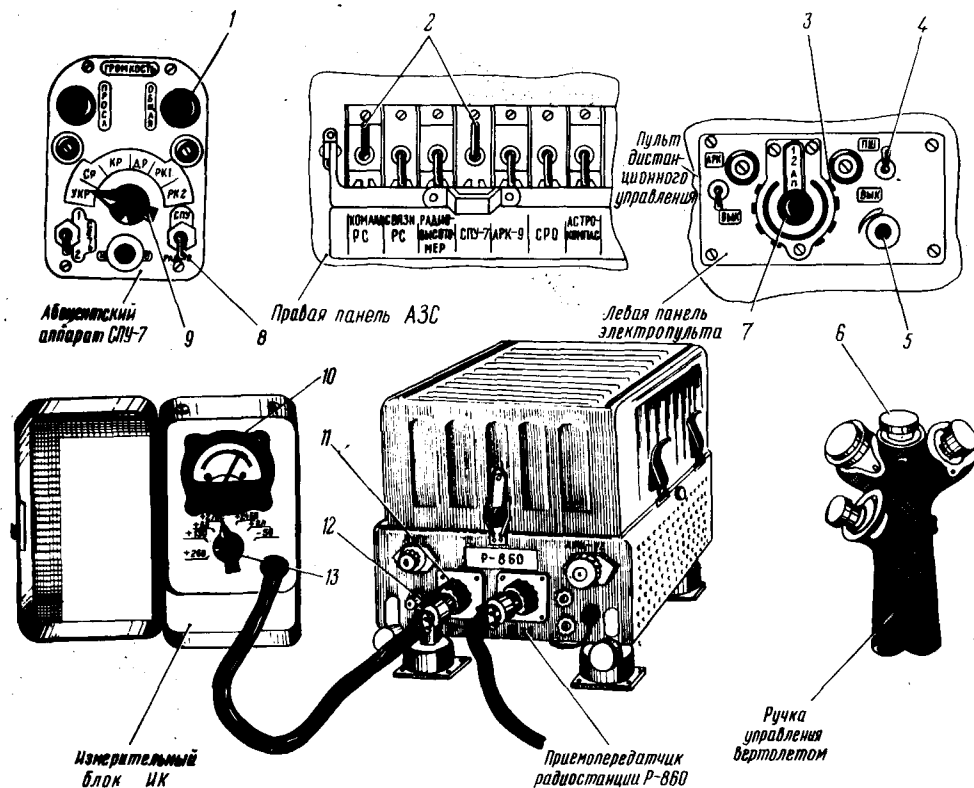

Рис. 29. К проверке работоспособности радиостанции P-860:
1. Установить переключатели 9 средств радиосвязи (рис. 29) на абонентских аппаратах в положения «УКР», а переключатели 8 «СПУ — Радио» — в положение «Радио».